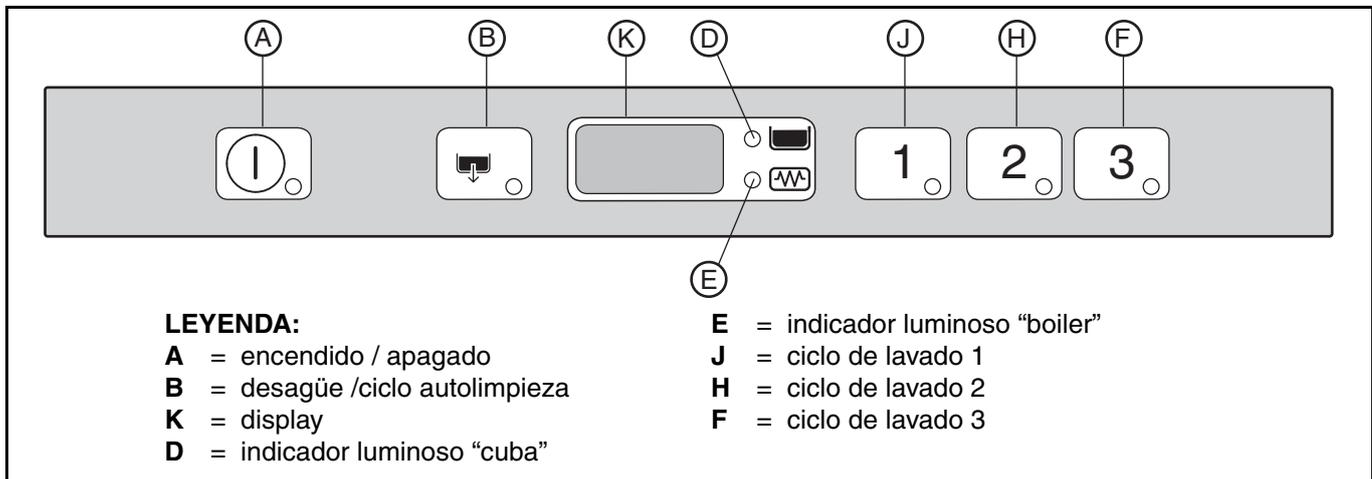

Fig. 15
Se enciende la luz piloto del botón "A" (Fig. 15), que indica que el lavavajillas está bajo tensión y está cargando y calentando el agua.
Para visualizar la temperatura del boiler durante el calentamiento de la cuba, abra la puerta y oprima el botón "J" (Fig. 15).
Para vajillas poco sucias: oprima el botón "J" (Fig. 15) (véase tabla de los tiempos).
Para vajillas con suciedad normal: oprima el botón "H" (Fig. 15) (véase tabla de los tiempos).
Para vajillas muy sucias: oprima el botón "F" (Fig. 15) (véase tabla de los tiempos).
- Seleccione el ciclo de desagüe oprimiendo el botón "B" (Fig. 15).
- Apague el lavavajillas oprimiendo el botón "A" (Fig. 15).